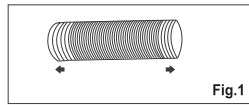
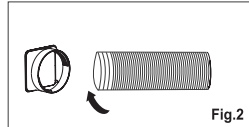

Fig.1
Fig.2
- 1 . Estenda ambos os lados da mangueira (fig.1), e aparafuse a entrada da mangueira (fig.2).
Antes de mudar, no modo cool, o ecrã mostra como na fig1 (°C).
Após a mudança, em modo COOL, o ecrã mostra como na fig2 (°F).